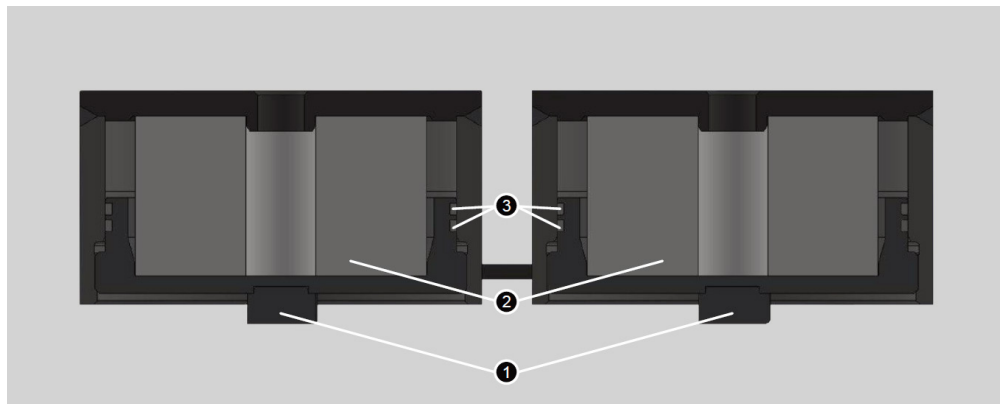

Рисунок 38. Устройство фильтров хладагента:
5. Используя ключ рожковый или головку торцевую проверните крышку фильтра (поз.1 рис. 38) против часовой стрелки (см. рис.37) до отсоединения от чаши фильтра.
6. Оцените состояние уплотнительных колец (поз.3 рис. 38). В случае необходимости замените их.
7. Замените фильтрующий элемент MS0101 (поз.2 рис. 38).